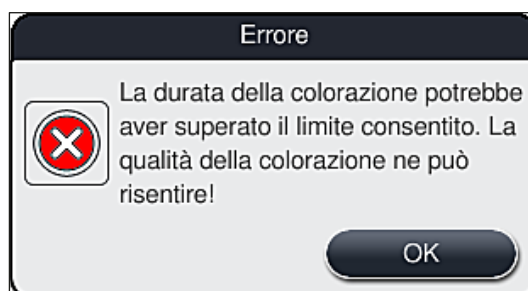

Fig. 107
1. Dopo aver confermato il messaggio informativo, l'utente viene informato che probabilmente è stato superato il tempo di colorazione, ovvero che i singoli portavetrini sono già rimasti per troppo tempo nel reagente, in determinate condizioni o in una stazione critica, compromettendo la qualità di colorazione. Confermare il messaggio informativo (→ "Fig. 107") premendo il pulsante **OK** per ripristinare.